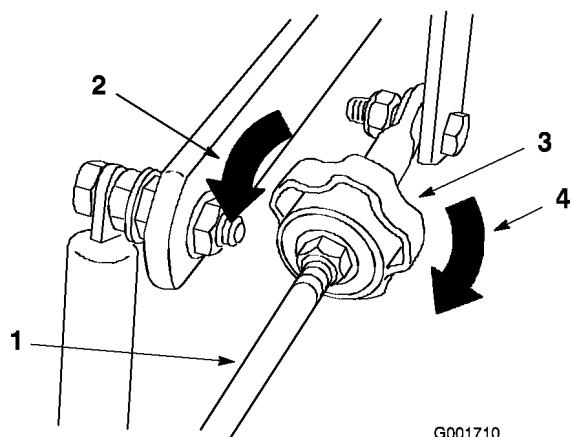

Figura 43
4. Ajuste la dirección de la siguiente manera (Figura 43):